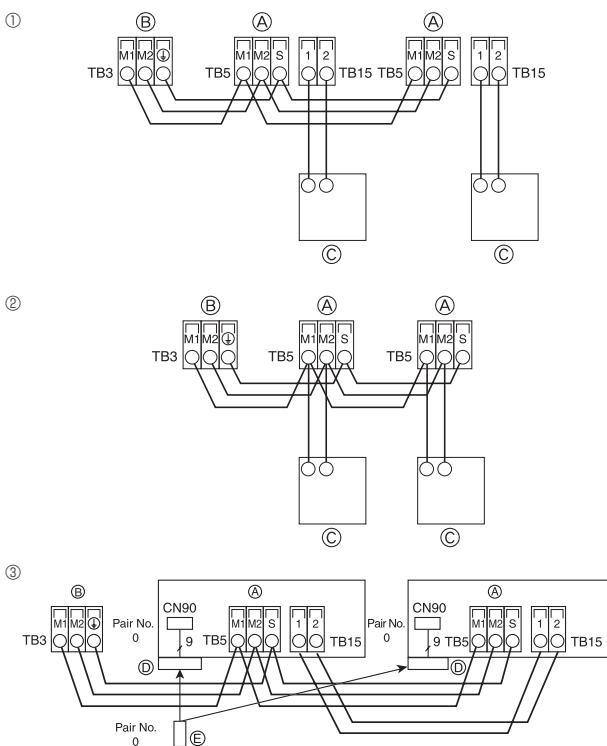

Fig. 4-5
4.4. Σύνδεση ελεγκτού εξ αποστάσεως, καλώδιων μεταφοράς εξωτερικών και εσωτερικών μονάδων (Fig. 4-5)
① Ελεγκτής εξ αποστάσεως MA
② Ελεγκτής εξ αποστάσεως M-NET
③ Ασύρματο τηλεχειριστήριο (Κατά την εγκατάσταση του ασύρματου δέκτη σήματος)